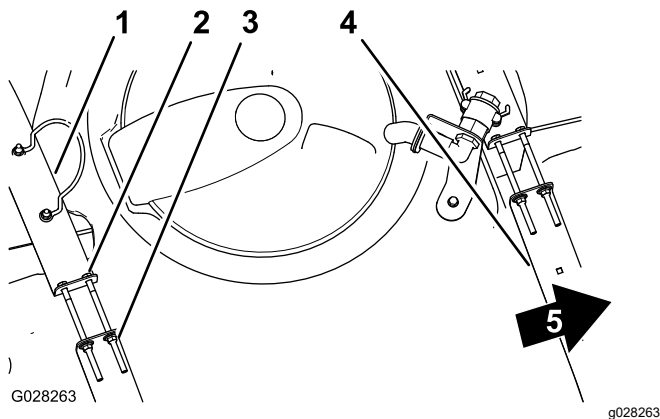

Bild 20
2. Prüfen Sie, ob Sie zwischen den Behälterriemen und dem Behälter eine Bewegung feststellen können (Bild 20).
3. Wenn die Behälterriemen lose am Behälter angebracht sind, ziehen Sie die Sicherungsbundmutter und Schrauben oben an den Riemen an, bis sie mit der Behälterfläche bündig sind (Bild 20).